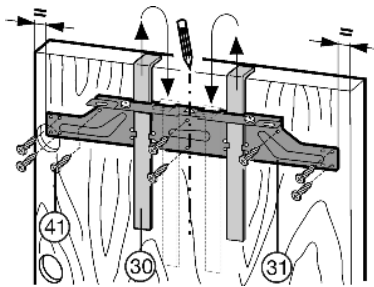

Fig. 26
- ▶ Allentare la traversa di fissaggio Fig. 26 (31) svitando i controdadi Fig. 26 (32).
- ▶ Sospendere la traversa di montaggio Fig. 26 (31) sul lato interno dell'anta del mobile servendosi degli attrezzi di montaggio Fig. 26 (30).
- ▶ Centrare la traversa di fissaggio Fig. 26 (31): disegnare sull'anta del mobile una lineetta al centro dell'anta e farvi coincidere la punta della freccia della traversa.
- ▶ Fissare la traversa di fissaggio Fig. 26 (31) con almeno 6 viti Fig. 26 (41).
- ▶ Fissare la traversa di fissaggio Fig. 26 (31) con almeno 4 viti Fig. 26 (41) sul bordo.
- ▶ Estrarre gli attrezzi di montaggio Fig. 26 (30) verso l'alto e inserirli capovolti nelle aperture adiacenti.